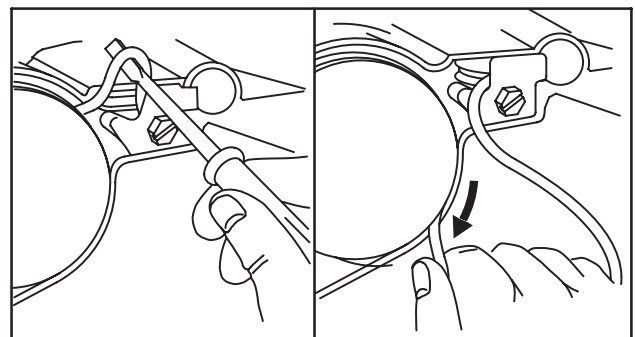

Fig. 64
15. Tendre le ressort en tirant la corde d'environ 30 cm, puis enrouler la corde et la poulie de 2 ou 3 tours en sens horaire, Fig. 64.